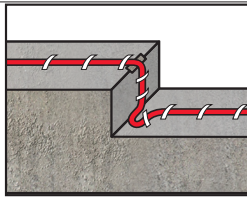

fig. 1
- La colle rapide est appliquée sur le tuyau de raccordement qui est ensuite enfoncé à moitié dans le SikaFuko® ECO-1. (fig. 1)
- Le SikaFuko® ECO-1 est installé sur la surface durcie du béton au centre du joint de construction, recouvert d'au moins 100 mm (4 po) de béton. Reduire de 45° les angles à 90° et détailler les reprises à 90°. (fig. 1)